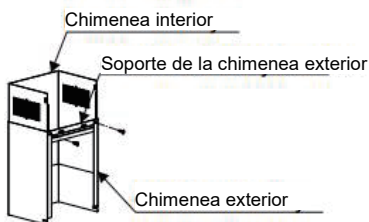

Imagen 6
7. Instale el soporte exterior de la chimenea en la chimenea exterior con 2 tornillos ST4x8 mm. Asegúrese de que la chimenea interior se pueda mover libremente hacia dentro. Véase la imagen 6. Después de ajustar la altura, fije la unidad principal con 2 tornillos de seguridad ST4x30 mm. Nota: Los dos orificios de ventilación de seguridad están situados en la carcasa trasera, con un diámetro de 6 mm. Fije el soporte exterior de la chimenea a la pared con 2 tornillos ST4x40 mm. A continuación, coloque las dos chimeneas juntas en la unidad principal de la cocina y lleve el tubo de expansión al exterior de la estancia. Véanse las imágenes 7 y 8.